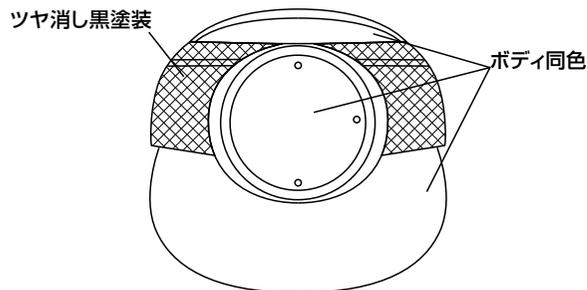

図2
3. オーナメントキットの底面 (両面テープ貼り付け面) を「ホワイトガンソリン」で脱脂処理及びプライマー処理を確実にを行い、両面テープ及びクッションテープを貼り付けます。(図2参照)
4. オーナメントキットの裏側に付属のスピードナットを差し込みます。(2箇所、図2参照)